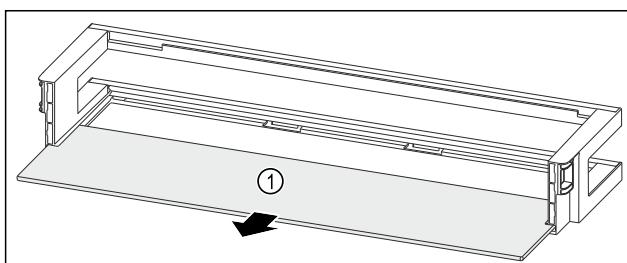

Fig. 48 Лотки на дверцятах з полицею
- Дистаньте полицю Fig. 48 (1).